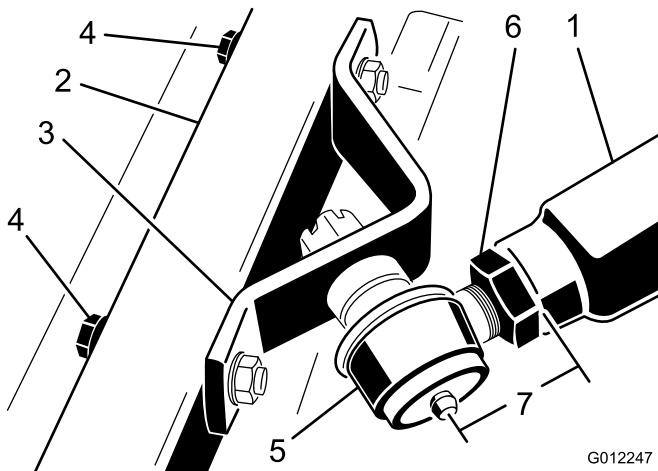

Figura 6
- Meça a distância a partir da extremidade de cada braço do lado direito para o centro da rótula esférica (bocal de lubrificação) (Figura 6). A distância deve ser de aproximadamente 70 mm. Se a distância não for de 70 mm, desaperte a porca que prende a rótula esférica ao braço e rode a rótula esférica para dentro ou para fora até obter a distância pretendida (Figura 6). Não aperte a porca de bloqueio nesta altura.
- Aperte a grande porca que prende a rótula esférica ao braço de pressão (Figura 6). Ao apertar a porca, segure a rótula esférica direita para permitir a oscilação adequada durante a elevação e descida da unidade de corte. Remova cuidadosamente o bloco de madeira que prende o braço em baixo.